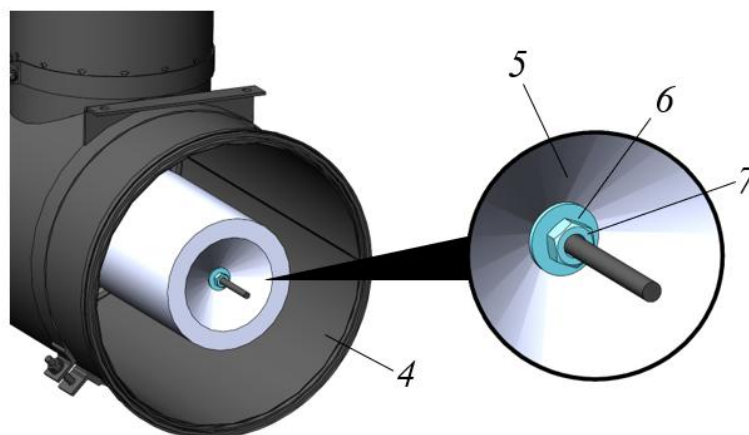

Рисунок 5.25. Извлечение из корпуса дополнительного фильтра
- Не удаляя из корпуса дополнительный фильтр 5, очистить от загрязнений внутренние поверхности корпуса фильтра 4, рис. 5.25.
- Ключом  на 17, открутить гайку крепления фильтра 7, снять шайбу 6 и извлечь из корпуса дополнительный фильтрующий элемент 5, рис. 5.25.
- ▶ Установить дополнительный фильтрующий элемент 5 в корпус фильтра 4, зафиксировать фильтр в корпусе используя шайбу с гайкой, рис. 5.25.